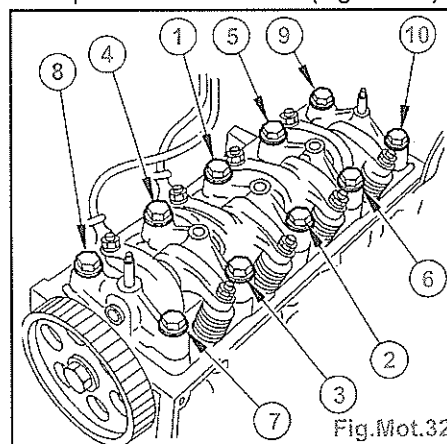

Fig.Mot.32
- la rampe de culbuteurs (6),
- les vis de culasse (5) (enduire de graisse **MOLYKOTE GRAPIDE PLUS**).
- Serrer les vis de culasse dans l'ordre indiqué à 2 daN.m + 240° (Fig.Mot.32).